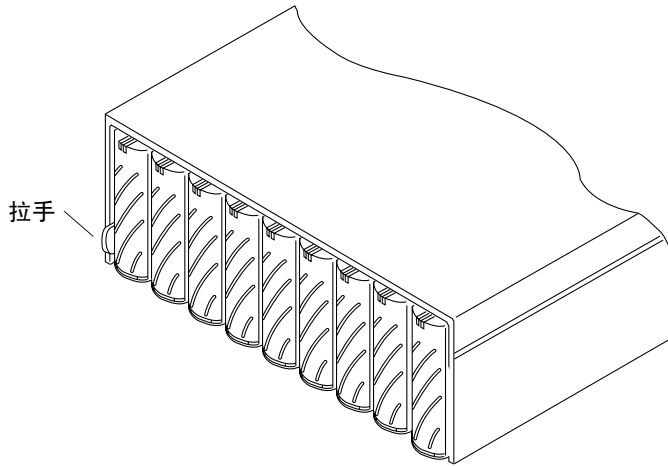

图 2-2 拉手上的序列号和 MAC 地址
5. 找到位于第一个磁盘驱动器旁边的阵列的左侧拉手（图 2-2）。
- **MAC 地址。**有关 MAC 地址位置，请参见图 2-2。请参见以下步骤的步骤 1，了解 MAC 地址的格式。